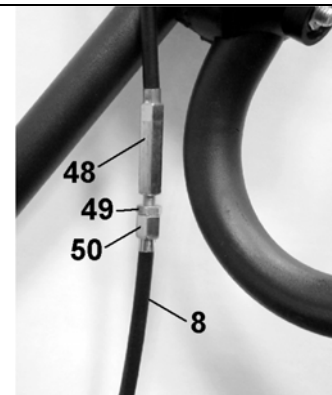

Рис. 15
9.13. Если дисковые фрезы (18) во время касания с почвой прекращают вращаться (ремень передачи проскальзывает на шкивах), необходимо произвести регулировку троса сцепления (8). Ослабьте положение контргайки (49). Выкрутите на 1÷1,5 оборота резьбовую втулку (48) со штуцера (50). Проверьте работу механизма сцепления. При отпущенной ручке сцепления (9) дисковые фрезы (18) не должны вращаться. При необходимости повторите регулировку. Положение троса сцепления (8) закрепите контргайкой (49), Рис. 15.